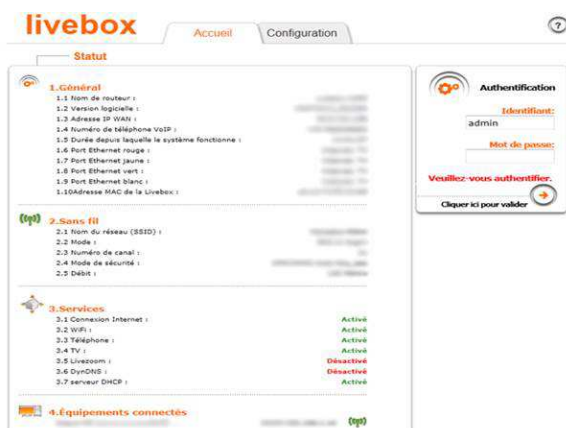

Figure 16
1. Saisir dans votre navigateur web <http://192.168.1.1> afin d'accéder au panneau d'administration de la LiveBox (Figure 16).